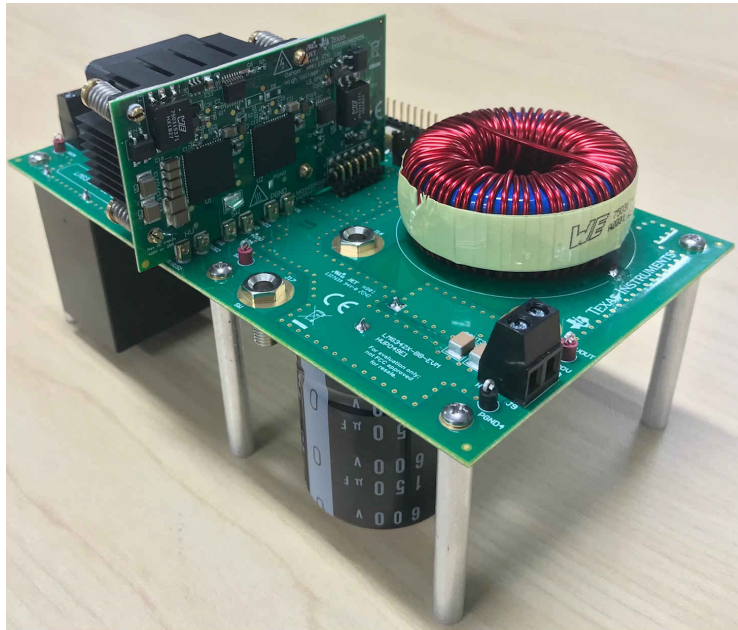
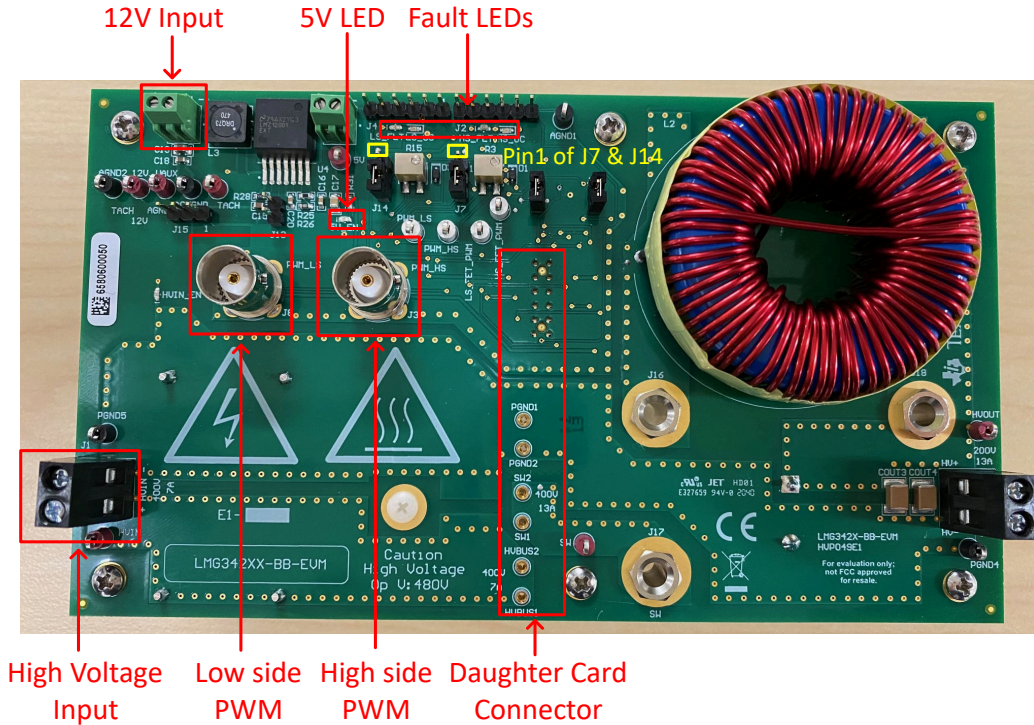

图 7-1. LMG342X-BB-EVM 主板与 LMG342XEVM-04X
图 7-2. LMG342X-BB-EVM 上的连接器和 LED
1. 将 LMG342XEVM-04X 连接到 LMG342X-BB-EVM，如图 7-1 中所示。主板上的连接区域如图 7-2 所示。
6. 如果为 J3 (高侧 PWM) 和 J8 (低侧 PWM) 提供了两个具有死区时间的辅助 PWM 信号，请连接接头 J7 和 J14 的引脚 1 和引脚 2 (J7 和 J14 的引脚 1 在图 7-2 中指示)。这样，两个 PWM 信号可直接控制高侧和低侧器件。
9. 将信号发生器的输出连接到 LMG342X-BB-EVM PWM 输入，如图 7-2 中所示。
10. 将 12V、2A 直流电源连接到 LMG342X-BB-EVM 12V 偏置电源，如图 7-2 中所示。
11. 在降压模式 (高压) 下，将高压电源连接到 LMG342X-BB-EVM 高压输入，如图 7-2 中所示。